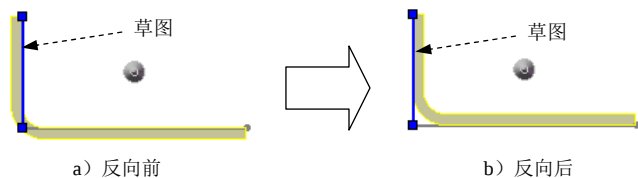

图 7.2.6 定义厚度的方向
- ☒ **反向(E)**：定义钣金厚度的方向（图 7.2.6）。